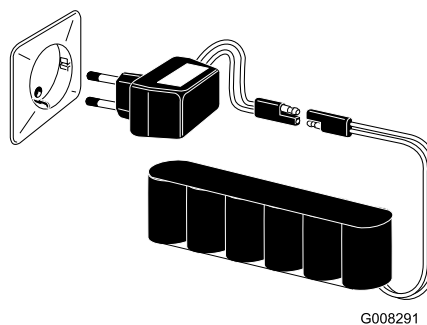

Figure 25
3. Branchez le chargeur à la batterie (Figure 25).
4. Branchez le chargeur sur le secteur et chargez la batterie pendant **24 heures** (Figure 25).